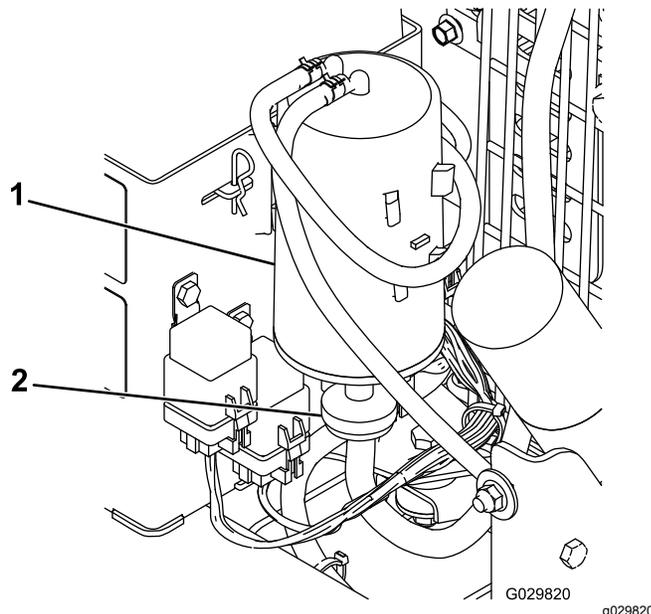

Figura 13
2. Retire e deite fora o filtro de ar do recipiente de carbono (Figura 13).